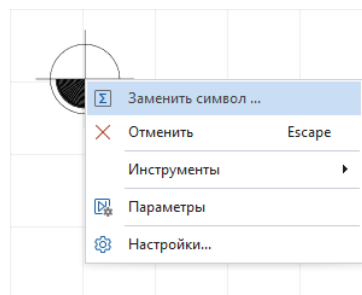

Рис. 351 Замена символа в процессе размещения
- До размещения символа его можно заменить. Для замены символа, пока еще выбранный символ прикреплен к курсору, вызовите контекстное меню и выберите пункт «Заменить символ», см. Рис. 351.